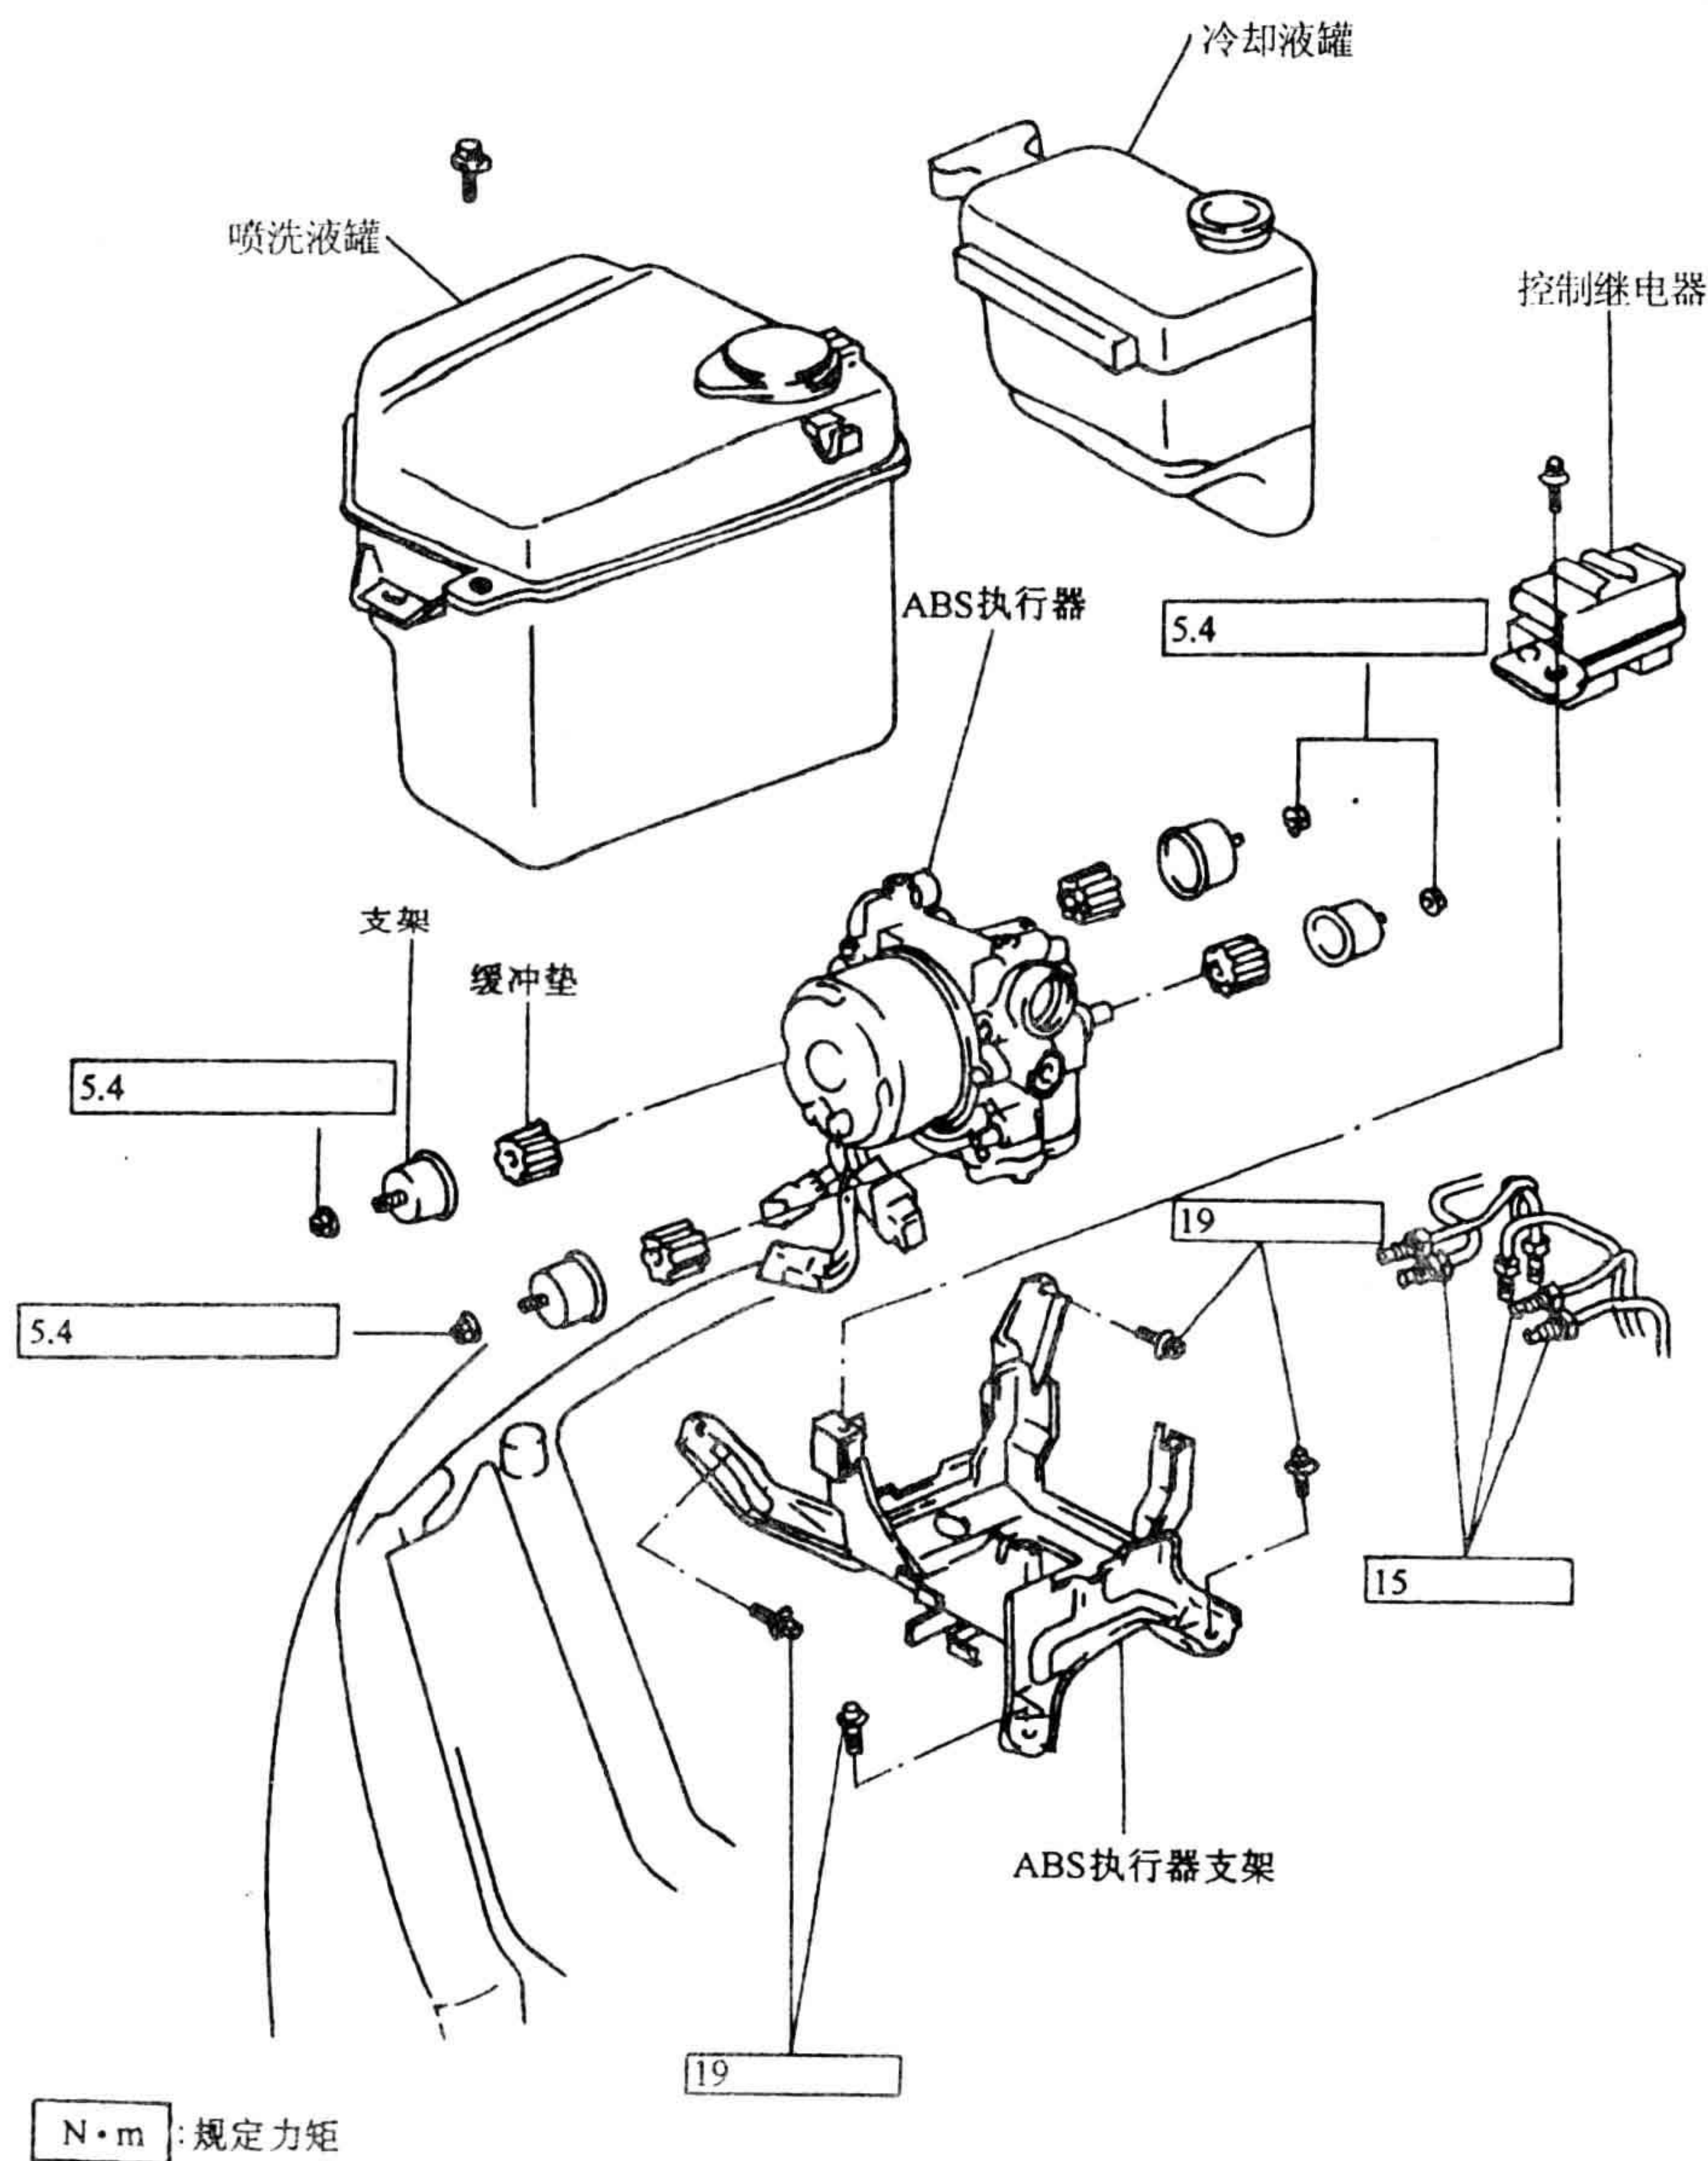

图 2-6-8 佳美轿车 ABS 系统的执行器部件
(3) 执行器（制动液压力调节器） 佳美轿车 ABS 系统的执行器由电动机带动的制动回油泵，左前、右前、左后、右后电磁阀和电磁阀控制继电器等组成。如图 2-6-8 所示。它属于循环式制动压力调节器，在制动总泵和轮泵之间串联一电磁阀，直接控制轮泵的制动压力。回油泵称为再循环泵，其作用是当电磁阀在减压过程中，使从制动轮泵中流至贮液器的制动液，由回油泵泵回总泵。贮液器的作用是当电磁阀在减压过程中，将轮泵流出的高压制动液暂时贮存起来，然后再由回油泵泵回总泵。